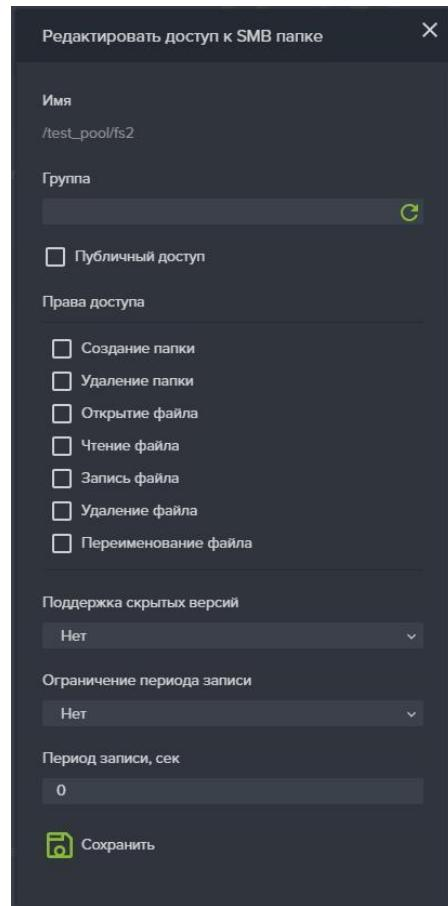

Рисунок 63 – Окно редактирования доступа к SMB папке
12. Нажмите на кнопку «Редактировать доступ», откроется одноименное окно (см. Рисунок 63).